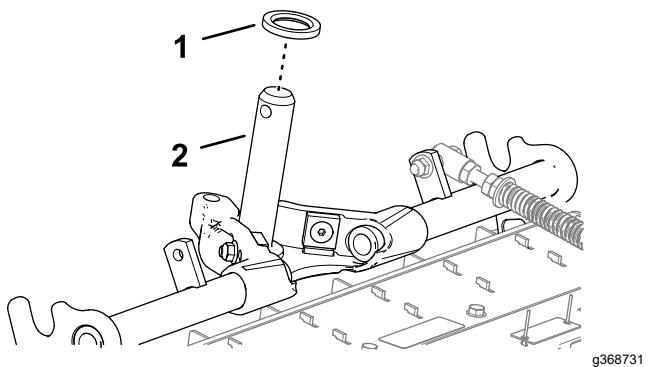

Рисунок 24
- Убедитесь, что на ось несущей рамы установлена потайная упорная шайба (Рисунок 24).